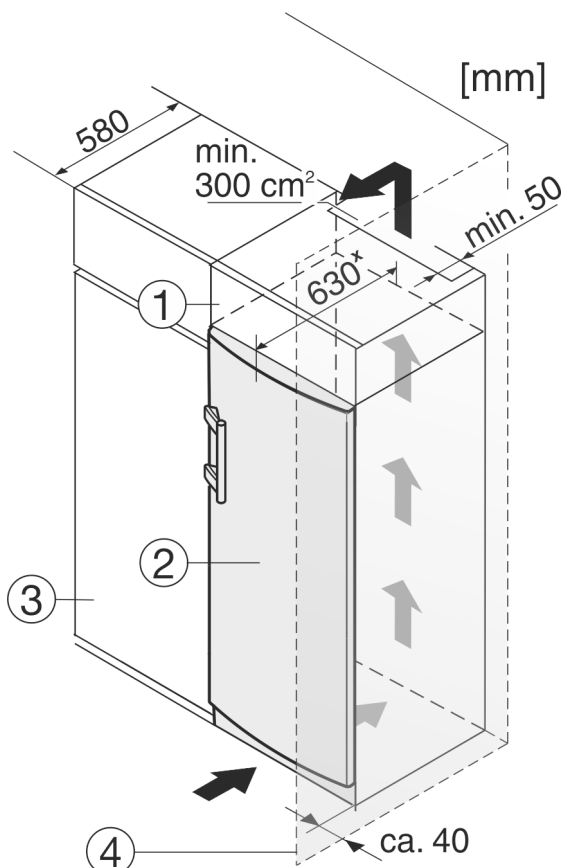

Fig. 8
Устройство может быть окружено предметами кухонной обстановки. Чтобы уравнять устройство Fig. 8 (2) по высоте с кухонной стенкой, можно установить над устройством соответствующий дополнительный шкафчик Fig. 8 (1).
При комбинировании с кухонными шкафами (глубина макс. 580 мм) устройство можно установить непосредственно рядом с кухонным шкафом Fig. 8 (3). Устройство выступает сбоку на 34 мм\* и по центру на 50 мм\* относительно передней стенки кухонного шкафа.
Если устройство установлено на шарнирах у стены Fig. 8 (4), то расстояние между устройством и стеной должно быть не менее 40 мм. Настолько выступает ручка при открытой дверце.